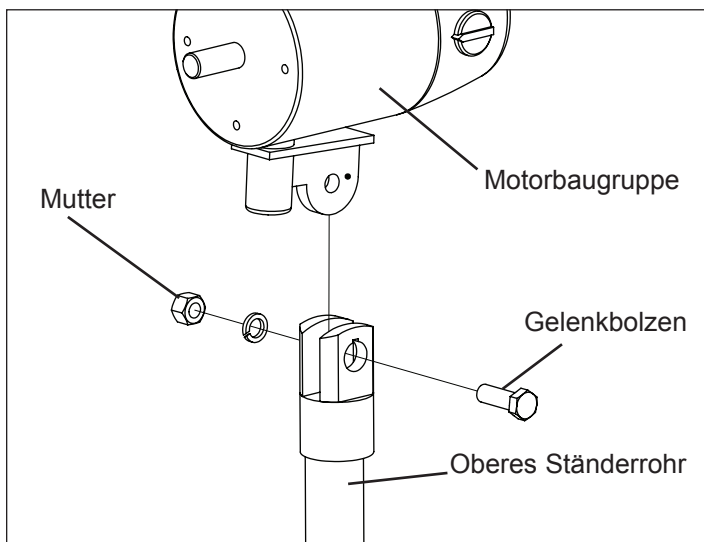

Abbildung 1: Motor an der Motorträgerbaugruppe befestigen
3. Dann die (5) Flanschschrauben unter Verwendung eines Schraubenschlüssels/Kreuzschlitzschraubendrehers einsetzen und festziehen.
7. Die Motorbaugruppe mit dem Gelenkbolzen (M12*40), der Mutter (M12) und der Unterlegscheibe sichern (siehe Abb. 1). Den Bolzen mit dem Schraubenschlüssel festziehen. Die Stellschraube anziehen.